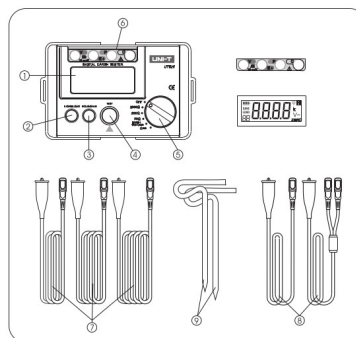

Figura 1
4. Estructura y Accesorios del Telurímetro (Figura 1)